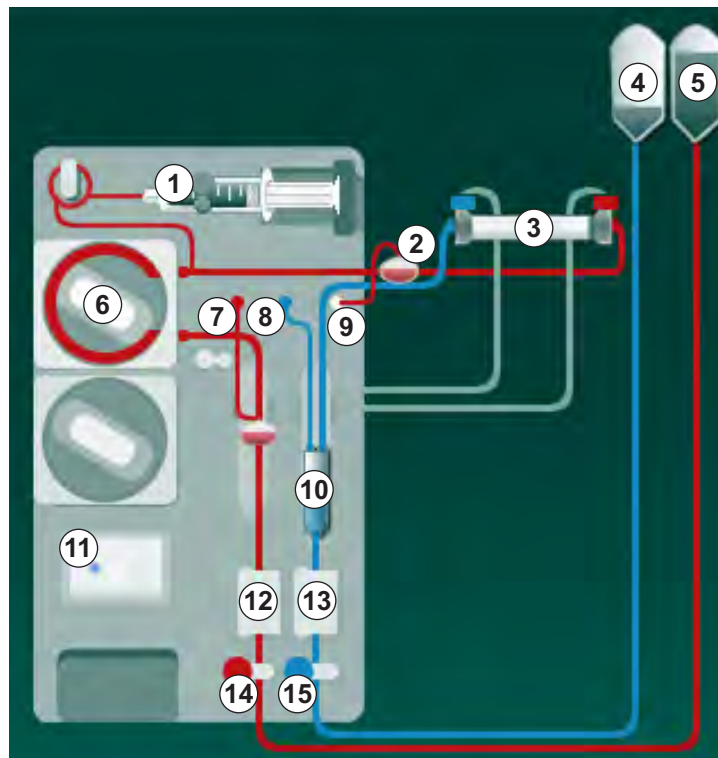

Fig. 5-8 Inserción del sistema A/V en cebado bolsa a bolsa
2. Retirar los conectores del dializador del puente de lavado y conectarlos al dializador (Fig. 5-8 Inserción del sistema A/V en cebado bolsa a bolsa (100), ©) cuando aparezca la instrucción correspondiente en el equipo. Respetar el código de colores: